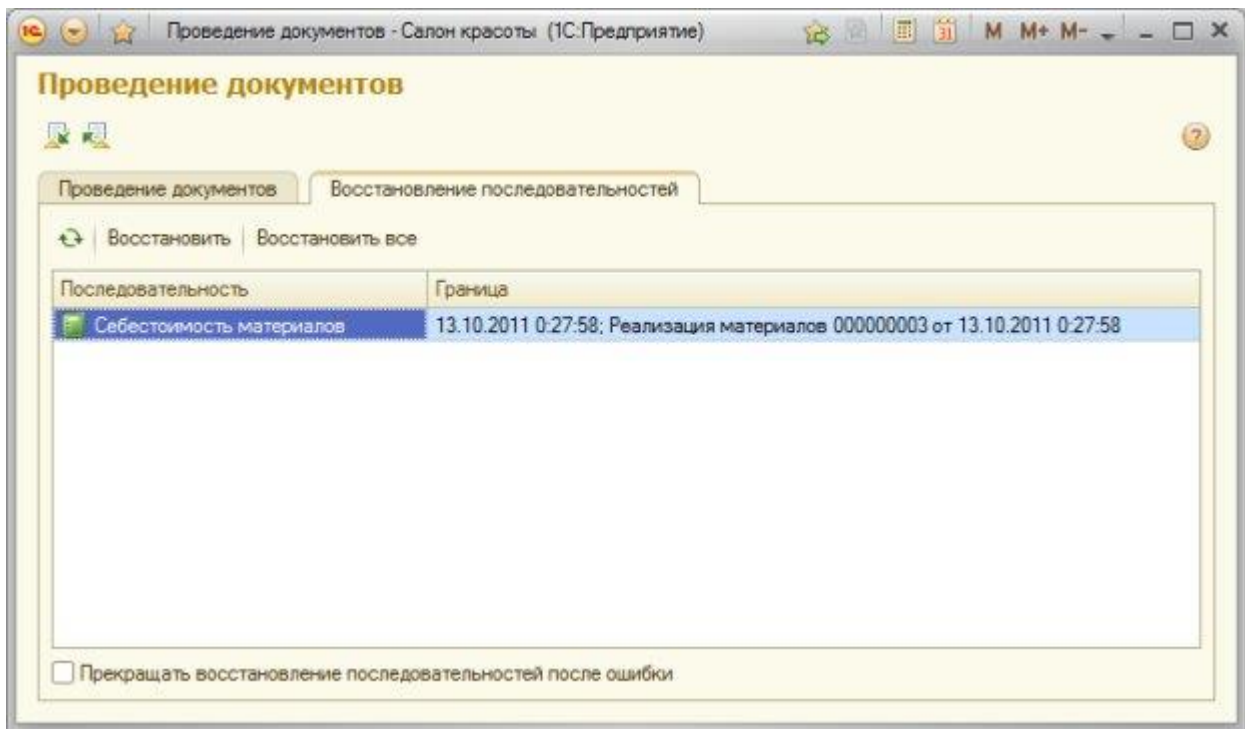

Рисунок 17.6- Работа с последовательностями
12.При восстановлении последовательности производится автоматическое проведение нужных документов и граница последовательности устанавливается на последний из них. Для управления последовательностями в пользовательском режиме можно выполнить команду **Главное меню > Все функции > Стандартные > Проведение документов**, и там, на закладке Последовательности, Рисунок 17.6., посмотреть состояние последовательностей, и,